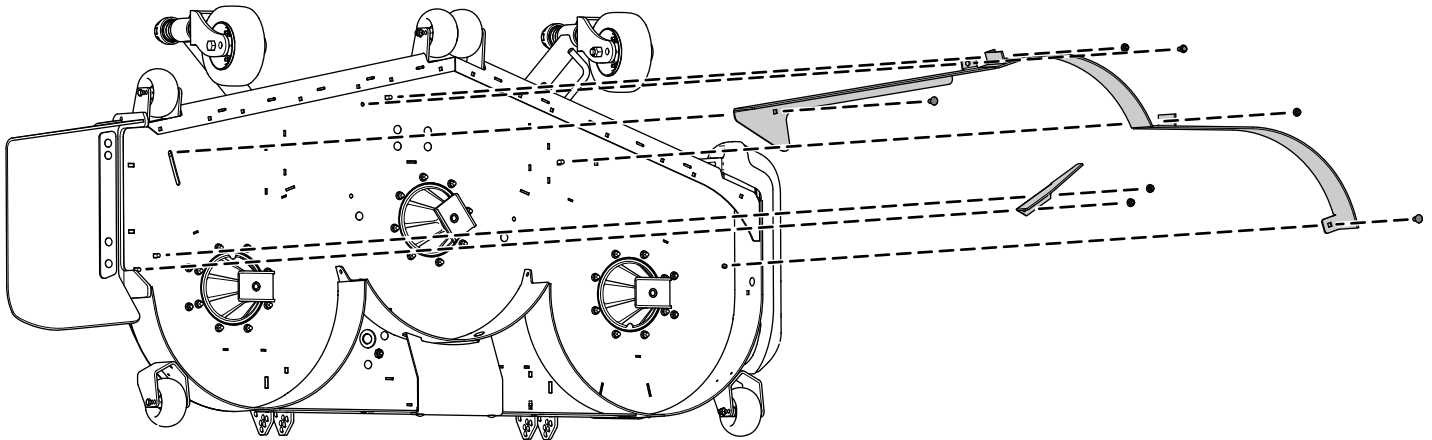

Bild 1
1. Entfernen Sie die 2 Bundmuttern, mit denen die Ablenkbleche befestigt sind (Bild 1).
2. Nehmen Sie die 2 Schrauben und 2 Muttern vom verstellbaren Flussablenkblech ab (Bild 1).
3. Nehmen Sie die 3 Schrauben und 3 Muttern ab, mit denen die Ablenkbleche befestigt sind (Bild 1).